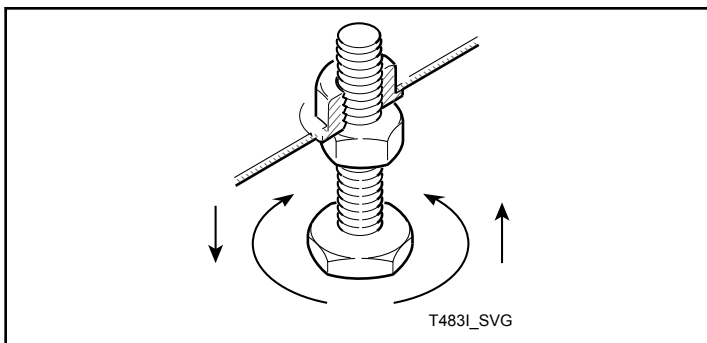

Figure 3
5. Faire glisser le sèche-linge jusqu'à ce qu'il se trouve à l'emplacement désiré. Ajuster les pieds de réglage jusqu'à ce que l'appareil soit de niveau en veillant à ce qu'il ne soit pas plus de 3,3 mm [0,13 po] plus haut à l'avant qu'à l'arrière. Voir la Figure 3 . Le sèche-linge à tambour ne doit pas balancer. Bloquer les pieds de réglage à l'aide des écrous installés.